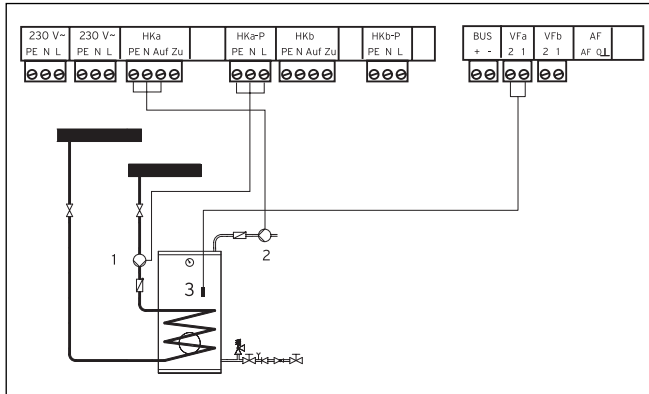

Abb. 4.29 Einen Mischerkreis als Speicherladekreis anschließen
► Nehmen Sie die Anschlussverdrahtung gemäß Abb. 4.29 vor.